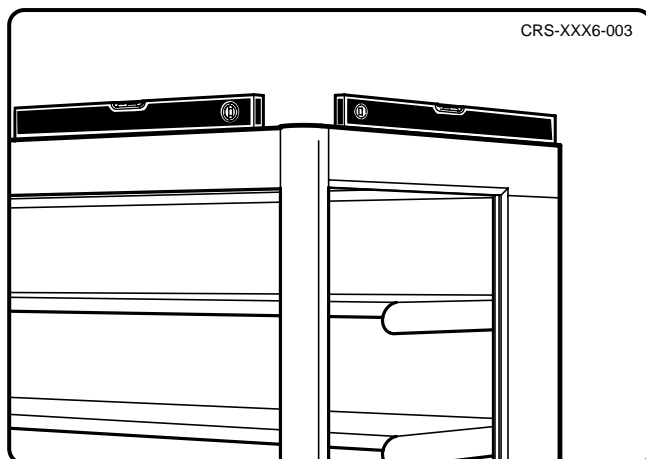
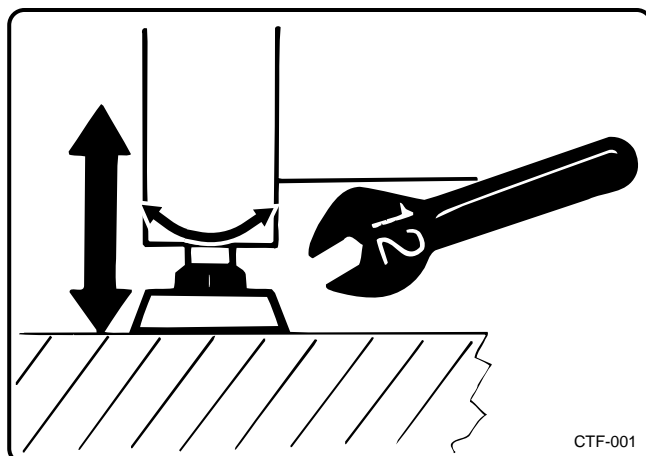

Fig. 13
Fig. 14
- Alinear exactamente a nivel horizontal el mural de refrigeración en el costado y el lado frontal utilizando un nivel de burbuja (véase la fig. 13), corrigiendo la alineación de altura en caso dado con las patas regulables (véase la fig. 14).
- Nivele a vitrine lateral e frontalmente com precisão usando um nível de bolha ar (ver fig. 13) e, se necessário, corrija o em altura nos pés de ajuste (ver fig. 14).
- Koeling in lengte en breedte exact waterpassen en richten (zie afb. 13); zo nodig de koelingeenheden op elkaar richten door een hoog-tecorrectie met behulp van de uitdraaipoten (zie afb. 14).